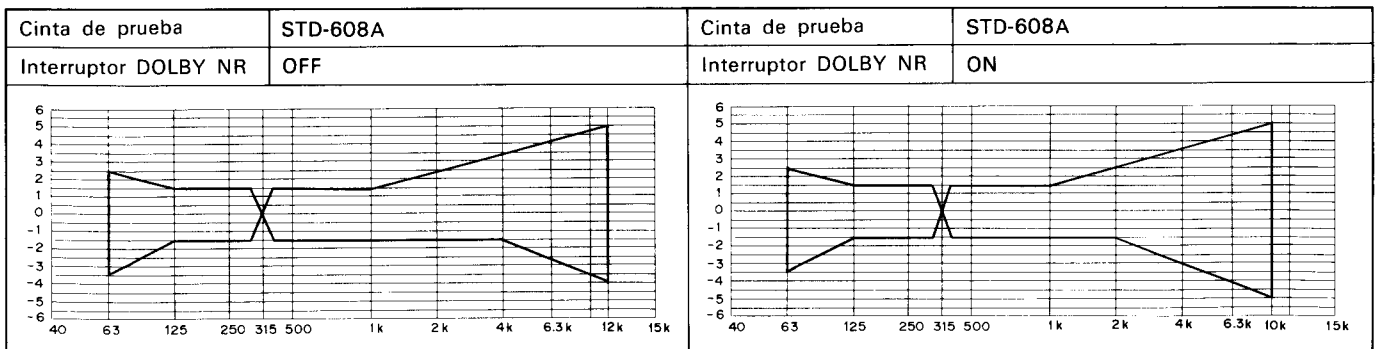

Fig. 12-8 Zona de tolerancia de copia y respuesta de frecuencia de reproducción (NORM)
• Cambiar la cinta de prueba y la posición del interruptor DOLBY NR y comprobar que la zona de respuesta en frecuencia indicada en la Fig.12-8, 9 se satisfaga.